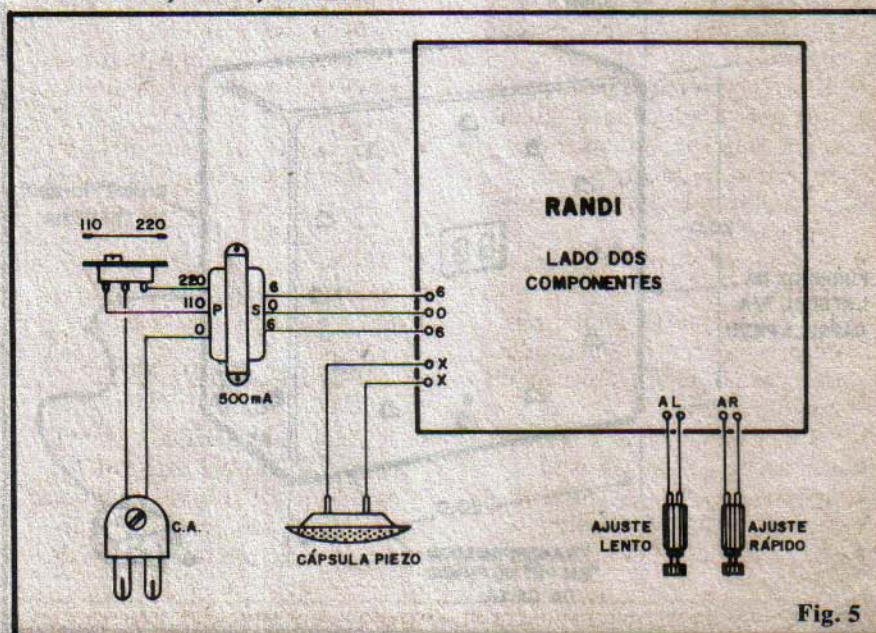

Fig. 5
mos de atenção e cuidado) refere-se às conexões externas à placa, detalhadas na fig. 5 (a placa ainda vista pelo lado dos componentes, como na fig. 4). Atenção principalmente às conexões do transformador, sempre lembrando que o lado que apresenta 3 fios de cores diferentes entre si é o primário (P), enquanto que o lado com fios extremos em cores idênticas é o secundário (S). Observar também as conexões da chave de tensão ("110-220"), ligações (e identificação) dos **push-buttons** de Ajuste Lento (AL) e Ajuste Rápido (AR) e da cápsula piezo (esta não tem polaridade, podendo seus terminais serem ligados indiferentemente à placa).
Todas as ligações mostradas na fig. 5 devem ser feitas com fios em comprimento apenas suficiente para a instalação final na caixa prevista, sem muitas "sobras". É desagradável e pouco prático um conjunto com aqueles **baita fiosões**, emaranhados e amontoados na instalação final...